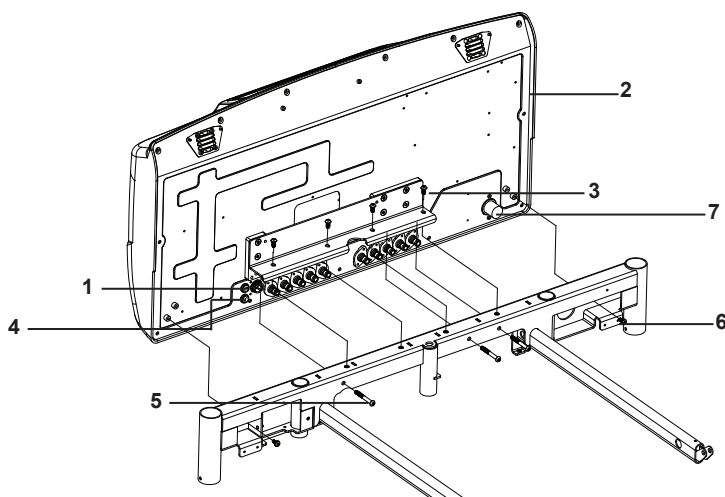

Рис. 3. Блок управления надувным матрасом и крепежный кронштейн
7. Если крепежный кронштейн блока управления надувным матрасом (рис. 3, пункт 1) еще не установлен, установите его на задней панели блока управления надувным матрасом (2) при помощи шести винтов с шестигранными головками (4).
8. Приподнимите блок управления надувным матрасом и слегка наклоните его вперед, затем плавно опустите на каркас кровати. Осторожно совместите отверстия вверху крепежного кронштейна с отверстиями на каркасе. Когда блок управления надувным матрасом ляжет на каркас, аккуратно поверните его в полностью вертикальное положение и следите за тем, чтобы разъем подключения на блоке управления располагался над отверстием в каркасе (см. рис. 3, пункт 7). Соблюдайте осторожность, чтобы не повредить разъемы воздушных шлангов.
10. Вставьте четыре винта Philips с цилиндрическими головками в верхнюю часть крепежного кронштейна (рис. 3, пункт 3) (пока не затягивайте).
13. Вставьте два винта Philips с цилиндрическими головками (рис. 3, пункт 6) в нижние углы справа и слева в задней части блока управления. Затяните до усилия 10 Н·м.